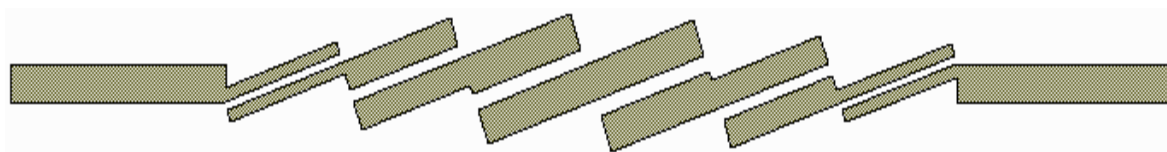

Рис. 7.72
15. Выделите выходной проводник и соединённый с ним проводник последних связанных линий. Щёлкните по значку **Union** на панели инструментов, чтобы объединить эти проводники. Полученная топология фильтра показана на рис. 7.72.